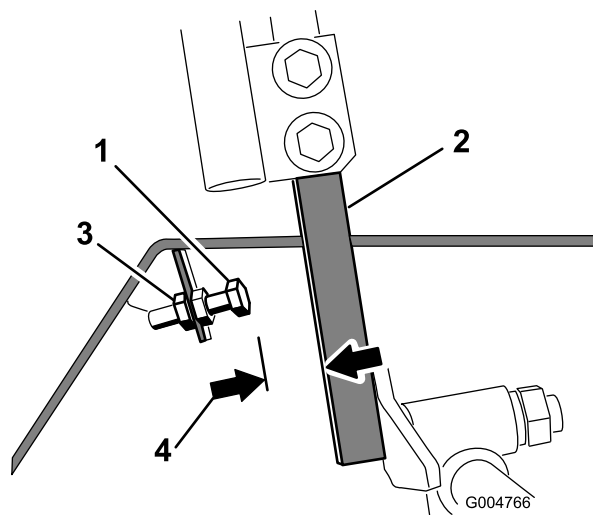

Figura 67
4. Afloje la contratuerca del perno de tope de una de las palancas de control (Figura 67).